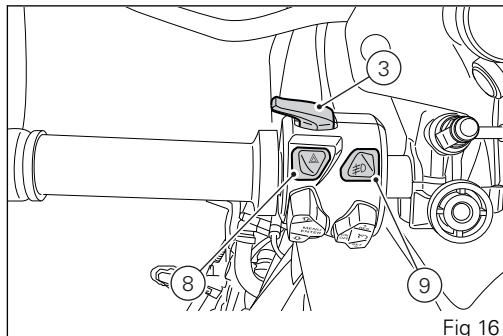

Fig 16
3) HIGH-BEAM / FLASH BUTTON (FLASH) (Fig 16)